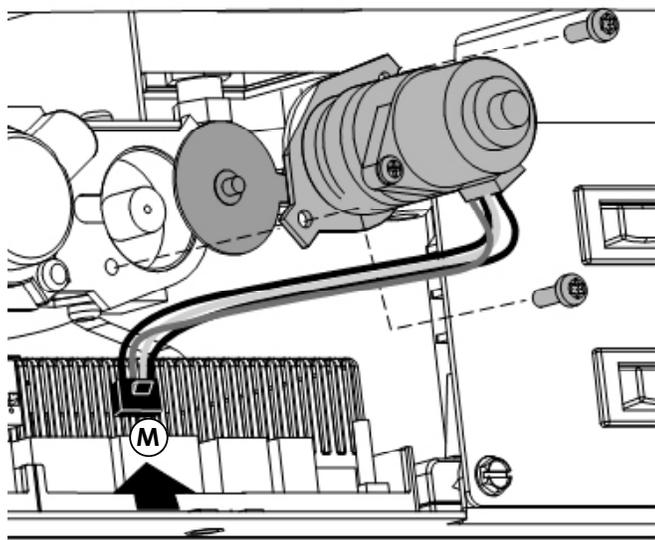

Figure 43. Flame Control Motor installation.
1. Avec un tournevis Torx T-20, retirez les deux vis de l'avant du régulateur manuel et retirez les composants, tel que montré à la fig. 43.
3. Connectez le faisceau de câble à la borne (M) de la face avant du panneau de contrôle IFC (fig. 43).